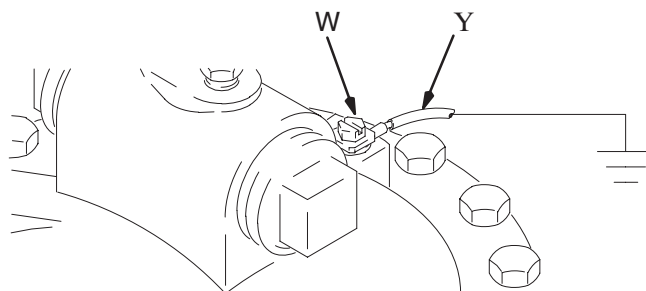

Рис. 1
- **Мембранный демпфер:** Подсоедините заземляющий провод и зажим, как показано на Рис. 1. Отпустите заземляющий винт (W). Вставьте один конец заземляющего провода (Y) сечением не менее 1,5 мм² в головку заземляющего винта и надежно затяните винт. Подсоедините конец заземляющего провода с зажимом к надежной линии заземления. Деталь с номером для заказа 222011: Заземляющий провод и зажим.